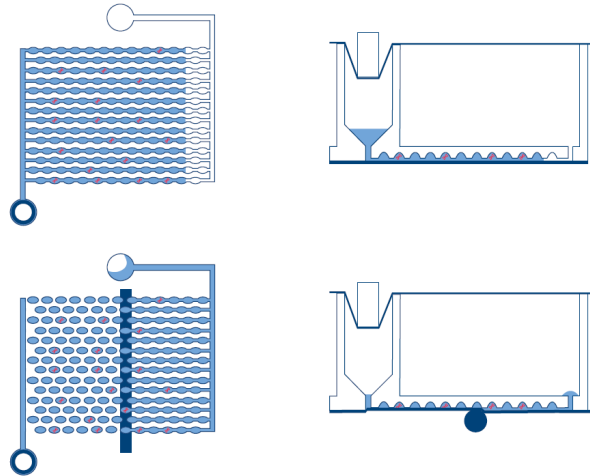

Abbildung 1. Schematische Darstellung der Befüllung und Partitionierung einer Mulde.
- **Partitioning:** Im ersten Instrumentenmodul werden die Mikrokanäle und Partitionen der Platte mit dem Probenmaterial und dem dPCR-Reaktionsgemisch befüllt. Dies wird durch Kolbenstifte erreicht, die die elastische Oberversiegelung der Nanoplatte über jedem Well zusammendrücken. Dadurch wird ein Überdruck erzeugt, der die Flüssigkeit aus der Eingabemulde in die Mikrokanäle und Partitionen drückt. Anschließend werden die Verbindungskanäle zwischen den Partitionen durch Aktivierung eines druckempfindlichen Klebstoffs mittels eines druckgesteuerten Walzprozesses versiegelt (siehe Abbildung 1).
- **Bildgebung:** Der letzte Prozessschritt ist die Bilderfassung, bei der das Signal jeder Partition der Nanoplaten-Mulden erfasst wird. Im Utility-Modus kann der Benutzer die Detektionskanäle und Bildgebungseinstellungen mithilfe der Funktion zur Versuchseinrichtung innerhalb der Software Suite konfigurieren. Im IVD-Modus sind die Bildgebungseinstellungen auf optimierte Bedingungen voreingestellt und erfordern keine Konfiguration durch den Benutzer. Die Partitionen, die ein Zielmolekül enthalten, emittieren eine Fluoreszenz mit höherer Intensität als Partitionen ohne Zielmolekül (siehe Abbildung 1). Weitere Informationen und Spezifikationen zum Bildgebungssystem finden Sie in Abschnitt 8 Technische Daten.